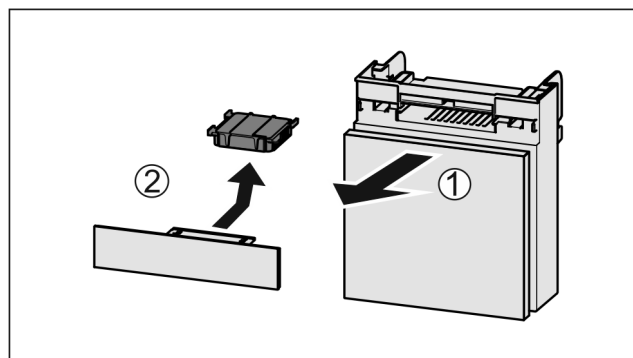

Fig. 177
- Wyciągnąć Fig. 177 (1) komorę do przodu.
- Wyjąć Fig. 177 (2) filtr z węglem aktywowanym.